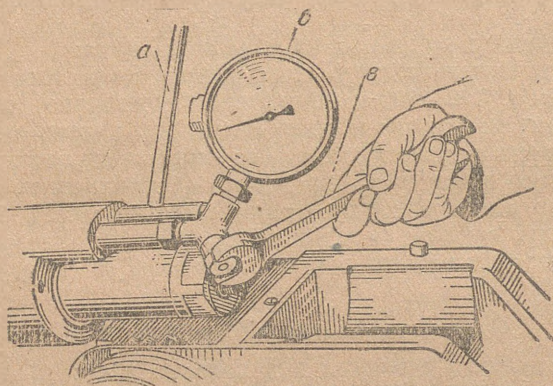

Рис. 60. Выпуск излишнего воздуха из накатника:
1. Придать стволу наибольший угол склонения и, не снимая тройника с манометром, отвинтить на несколько оборотов крышку на отрезке тройника (рис. 60).